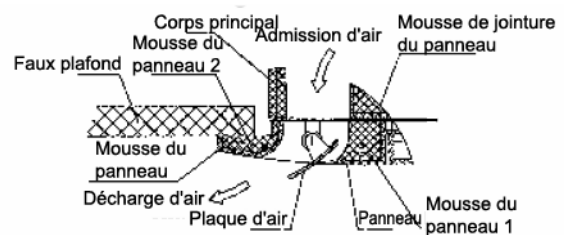

Figure 12
- f. Continuez à serrer les vis sous les suspensions du panneau jusqu'à ce que l'épaisseur de la matière spongieuse située entre le corps principal et la sortie du panneau soit d'environ 4~6 mm. Le rebord du panneau doit entrer parfaitement en contact avec le plafond. (cf. figure 12)